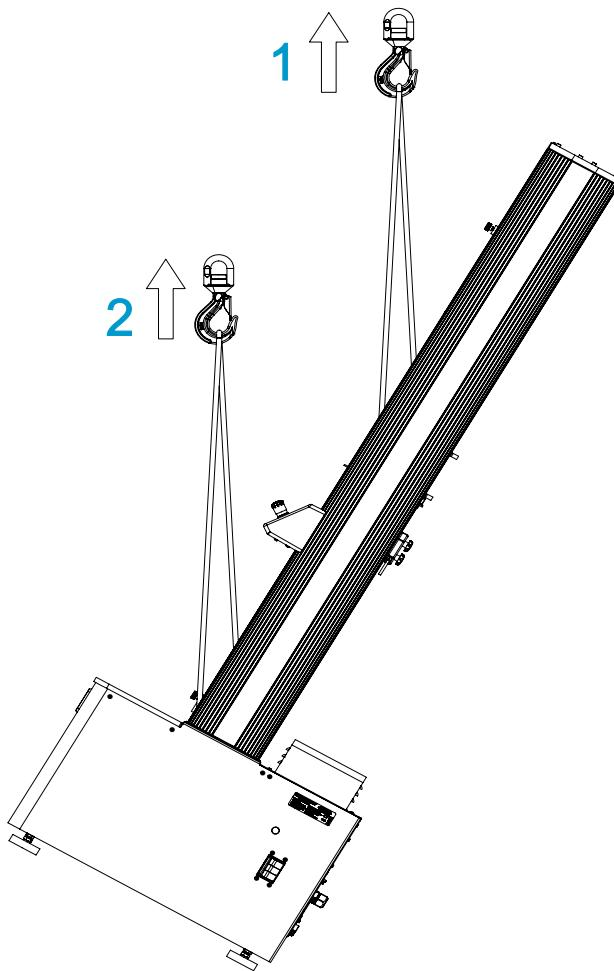

図 18. クレーンを使ってロード フレームを立てる
68 ページの図 18 を参照してください。
2. クロスヘッドに 2 本のリフティングスリングを取り付け、68 ページの図 18 に示すように、クレーンのフックに固定します。リフティングスリングの代わりにチェーンを使う場合は、クロスヘッドを保護材で包み、クロスヘッドに傷が付かないようにします。チェーンもトッププレートなどのフレームの他の部分への損傷の原因となる可能性があります。すべての損傷を受けやすい構成部品の周辺を必ず保護材で覆ってください。
3. 68 ページの図 18 に示すように、2 本の M16 持ち上げボルトをフレームベースに取り付け、2 本の追加のスリングをボルトに取り付けます。
説明 図 18